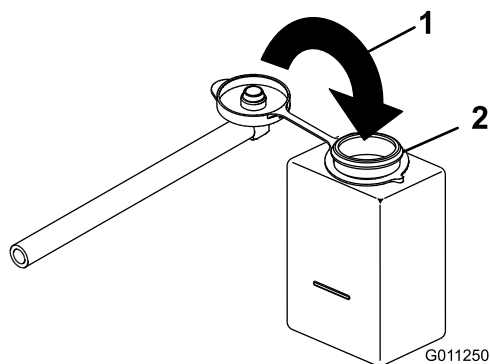

Figura 2
6. Doble el tapón y encájelo a presión en el depósito (Figura 2). Asegúrese de que el tapón se cierra herméticamente y que sella el depósito de refrigerante.